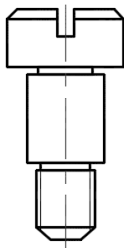

图 5-25 旋转 90° 后的图形效果
④ 指定旋转角度为 90° ,最后旋转得到的带肩螺钉图形效果如图 5-25 所示。